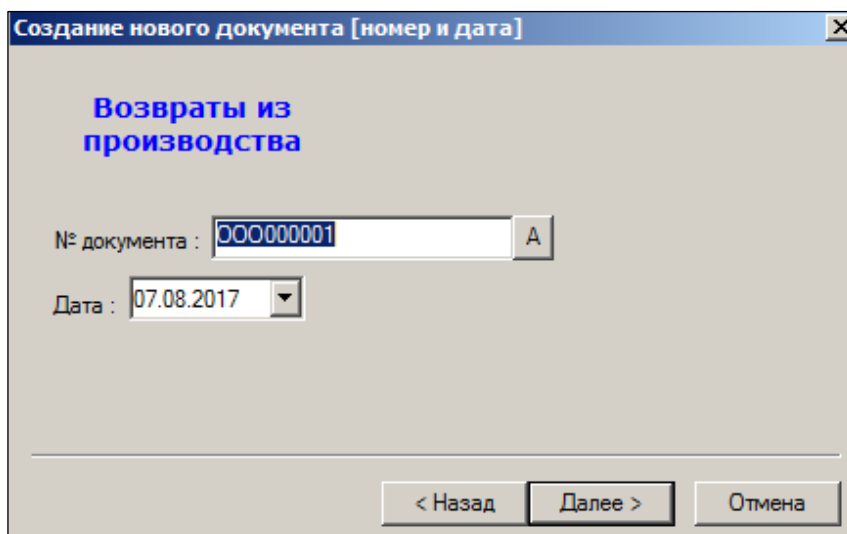

Рисунок 55 – Создание «Возврата на производство» (2)
3. Номер документа и дата создания задаются автоматически: номер формируется по правилам, определенным в ТС, в качестве даты задается текущая дата (Рисунок 55). При необходимости можно изменить номер документа и дату создания. Нажать кнопку **Далее**.